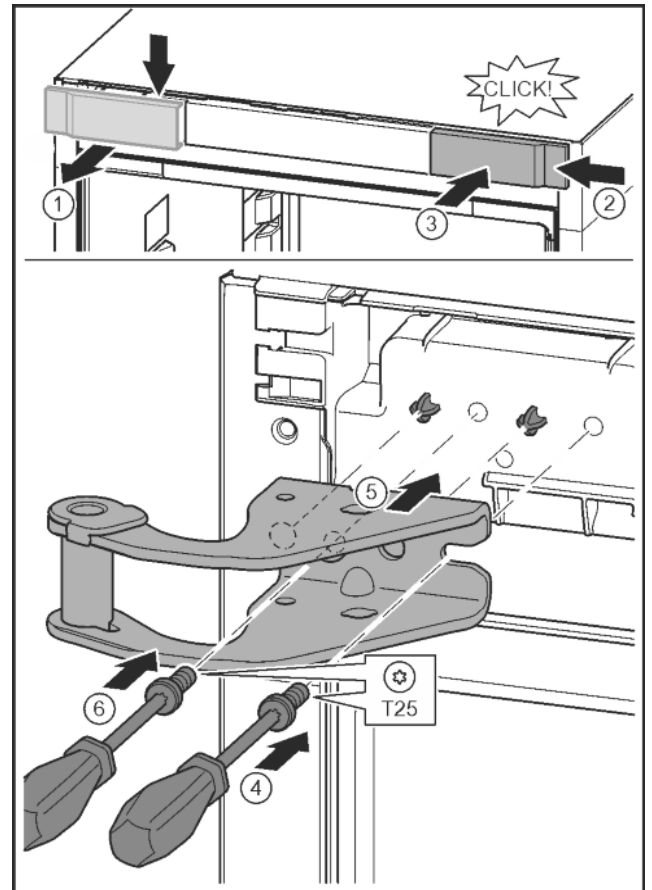

Fig. 16
- ▶ Abdeckung lösen und seitlich abnehmen. Fig. 16 (1)
- ▶ Abdeckung um 180° gedreht auf der anderen Seite von rechts einhängen. Fig. 16 (2)
- ▶ Abdeckung einrasten. Fig. 16 (3)
- ▶ Schraube mit Schraubendreher T25 ansetzen. Fig. 16 (4)
- ▶ Oberen Lagerbock ansetzen. Fig. 16 (5)
- ▶ Schraube festdrehen. Fig. 16 (4)
- ▶ Schraube mit Schraubendreher T25 einsetzen und festdrehen. Fig. 16 (6)